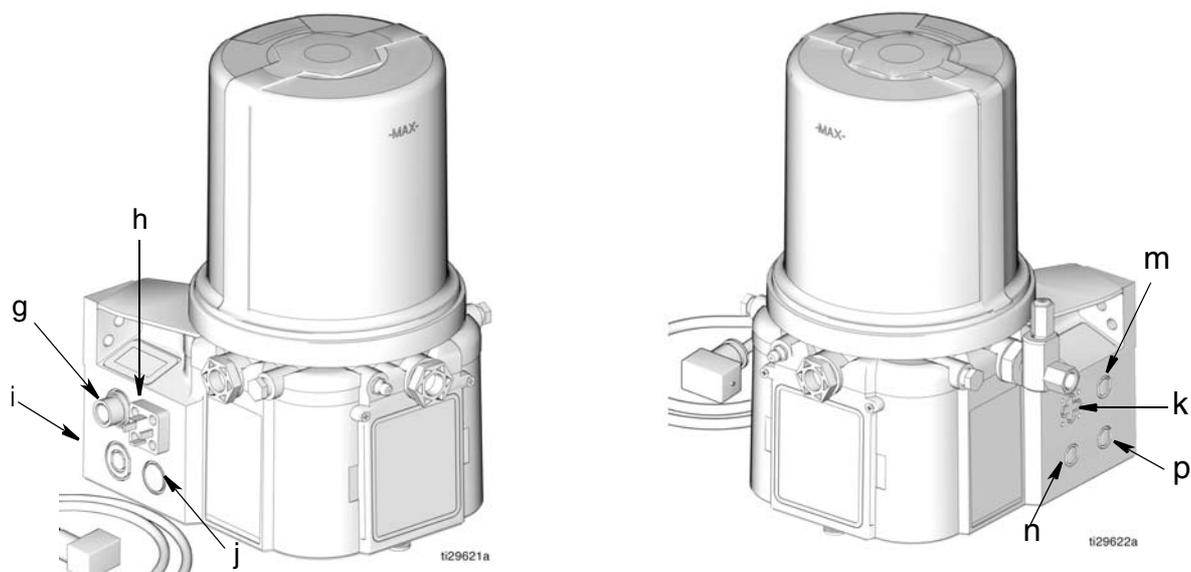

Рис. 1
**ПРИМЕЧАНИЕ:** Коды g–p относятся к определенным позициям насоса G3. См. Рис. 1.